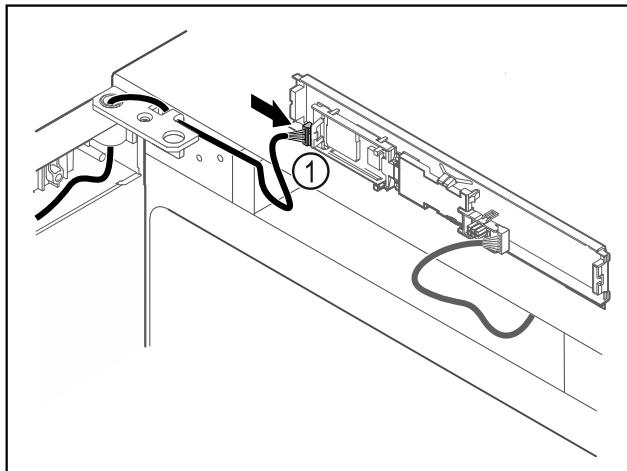

Fig. 65
- Включете щекера *Fig. 65 (1)* на платката.